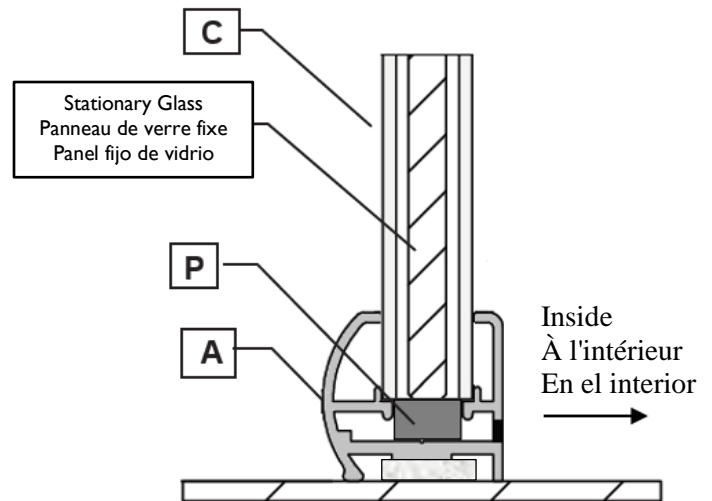

Fig 4a
1. Place **Setting Blocks (P)** inside the **Sill (A)**, one at the **Wall Jamb (C)** and the other located at the other end of the **Stationary Glass (D)**. (Fig 4a/4b)
1. Placez les **blocs de réglage (P)** à l'intérieur du **seuil (A)**, l'un au **montant du mur (C)** et l'autre situé à l'autre extrémité du **panneau de verre fixe (D)**. (Fig. 4a/4b)